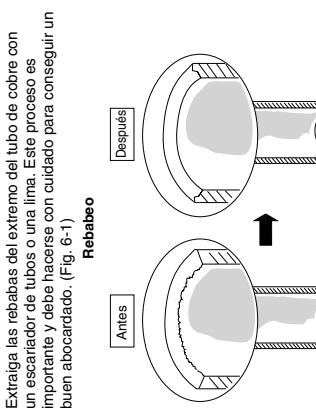

Fig. 6-1
- Extraiga las rebabas del extremo del tubo de cobre con un escariador o una lima. Este proceso es importante y debe hacerse con cuidado para conseguir un buen abocardado. (Fig. 6-1)